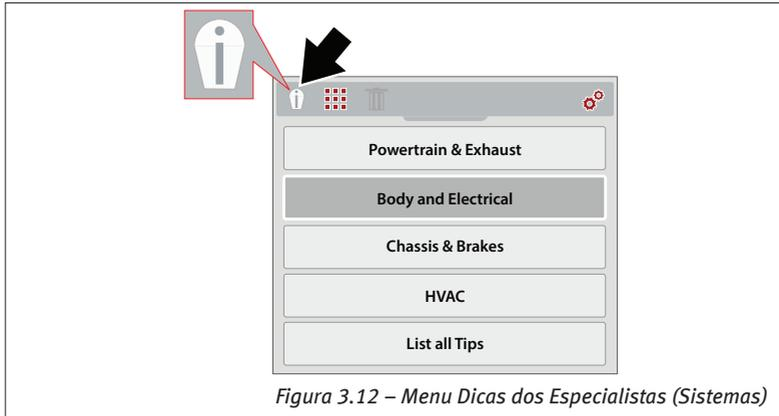

Figura 3.12 – Menu Dicas dos Especialistas (Sistemas)
- Use os botões direcionais para esquerda e direita (seta para selecionar o ícone Dicas dos Especialistas na barra de ferramentas (Figura 3.12).